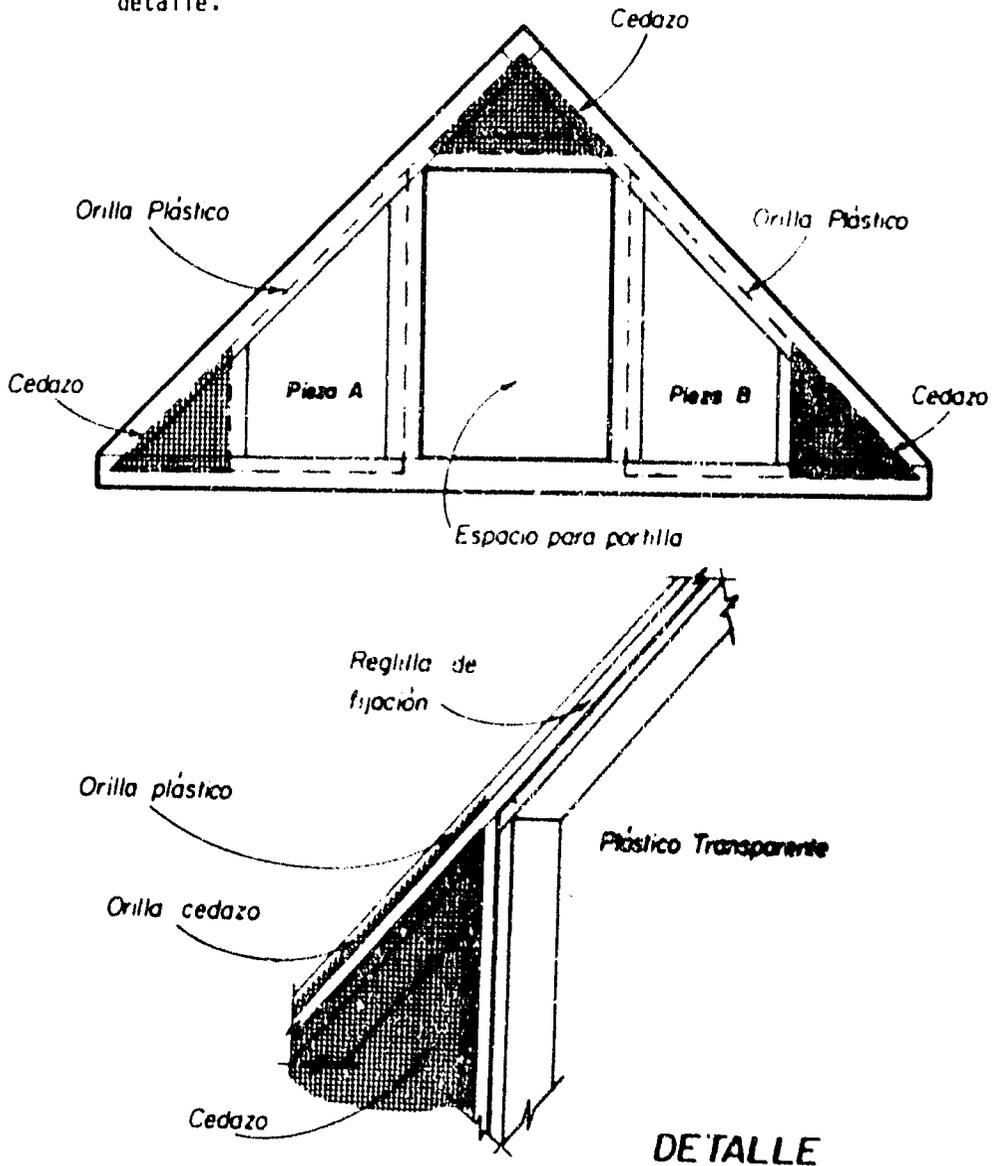

FIGURA 16: Colocación del plástico en el frente
5.11.3 Coloque las dos piezas de plástico donde indica la Figura 16. Fije las piezas a la armazón de madera de la misma forma indicada para el plástico del techo.